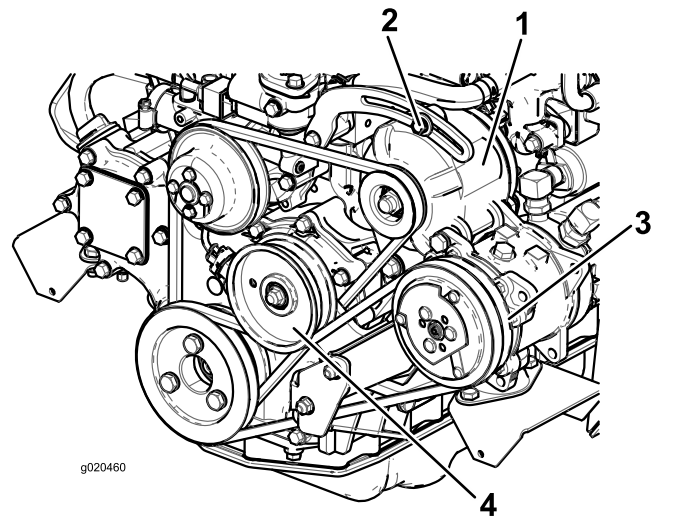

Bild 101
Lockern Sie bei einer Durchbiegung von mehr oder weniger als 10 mm die Befestigungsschrauben der Lichtmaschine (Bild 101).
Prüfen Sie den Zustand und die Spannung des Riemens (Bild 101) alle 100 Betriebsstunden.
2. Lockern Sie bei einer Durchbiegung von mehr oder weniger als 10 mm die Befestigungsschraube der Spanscheibe (Bild 101). Erhöhen oder reduzieren Sie die Spannung der Kompressor-Riemenspannung und ziehen Sie die Schraube fest. Prüfen Sie die Riemenspannung noch einmal auf korrekte Einstellung.